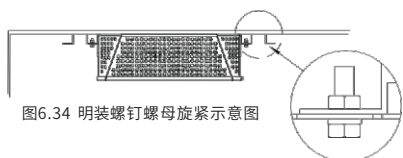

图6.34 明装螺钉螺母旋紧示意图
(2) 暗装方式把净化器安装支架上的螺钉螺母用六角扳手旋紧，如图6.34；